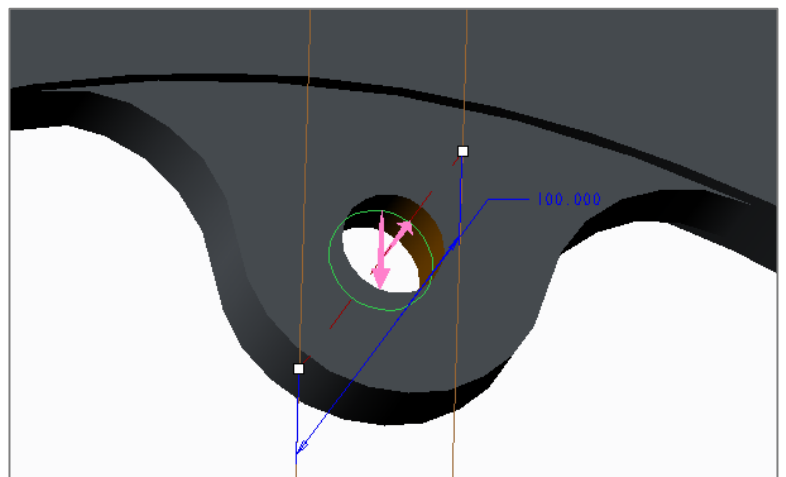

Fig.17 穴の作成
12. スケッチ終了後、押し出し対称、材料除去でFig.17のような穴を作成する。